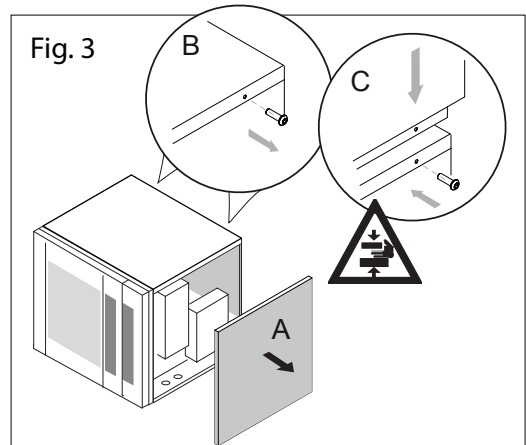

Fig. 3
Das rechte Seitenpanel des Ofens und die zwei Befestigungsschrauben der Rückseite lösen (Fig. 3/A e 3/B).
1. Die Befestigungslöcher der Haube über die der Rückseite des Ofens legen und beides zusammen schrauben, sodass die Haube an dem Ofen befestigt ist. (Fig. 3/C).